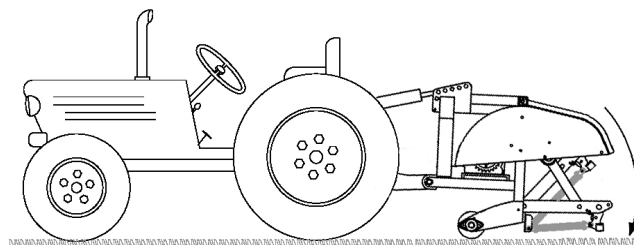

Рисунок 13
4. Опустите аэратор на землю и полностью выдвиньте гидроцилиндр верхней тяги или верхнюю тягу механизма навески тягового блока (Рисунок 13).